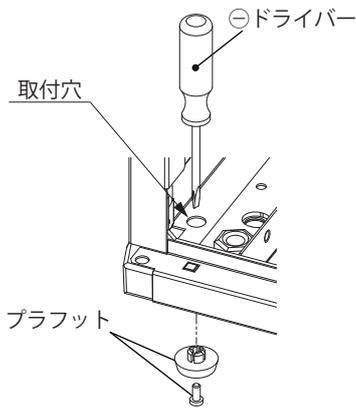

図 5
2. ラック本体底面の取付穴にあるプラフット（4 か所）を⊖ドライバーなどを利用し、ラック内側からプラフットの中央部を押して取り外してください。（図 5）